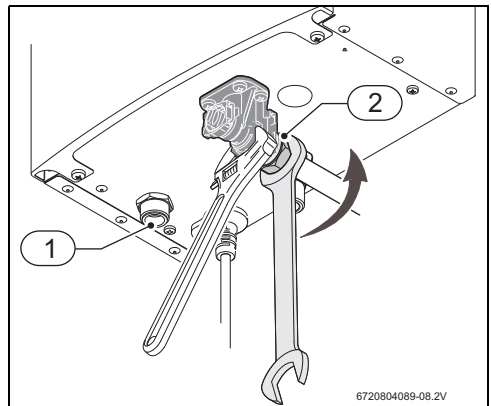

Рис. 15 Подключение воды
- ▶ При подключении холодной воды закрепите водопроводную арматуру, как показано на рис. 15.
- ▶ Выполняйте подключение холодной (рис. 15, [2]) и горячей (рис. 15, [1]) воды с применением рекомендуемых принадлежностей для подключения.